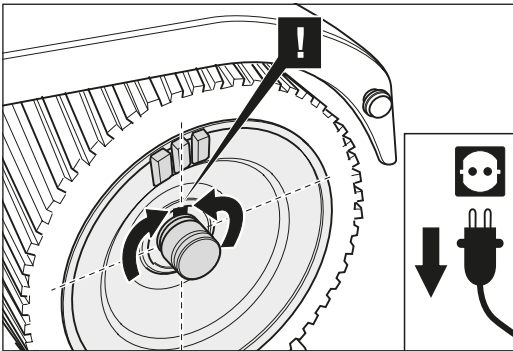

Fig. 40 Tournez le tambour de manière que la rainure soit dirigée vers le haut pour que le ressort d'ajustement ne se perde pas.
- 5 Tournez le tambour de manière à ce que le ressort d'ajustement soit dirigé vers le haut (fig. 40). Dégagez maintenant le tambour latéralement du boîtier.